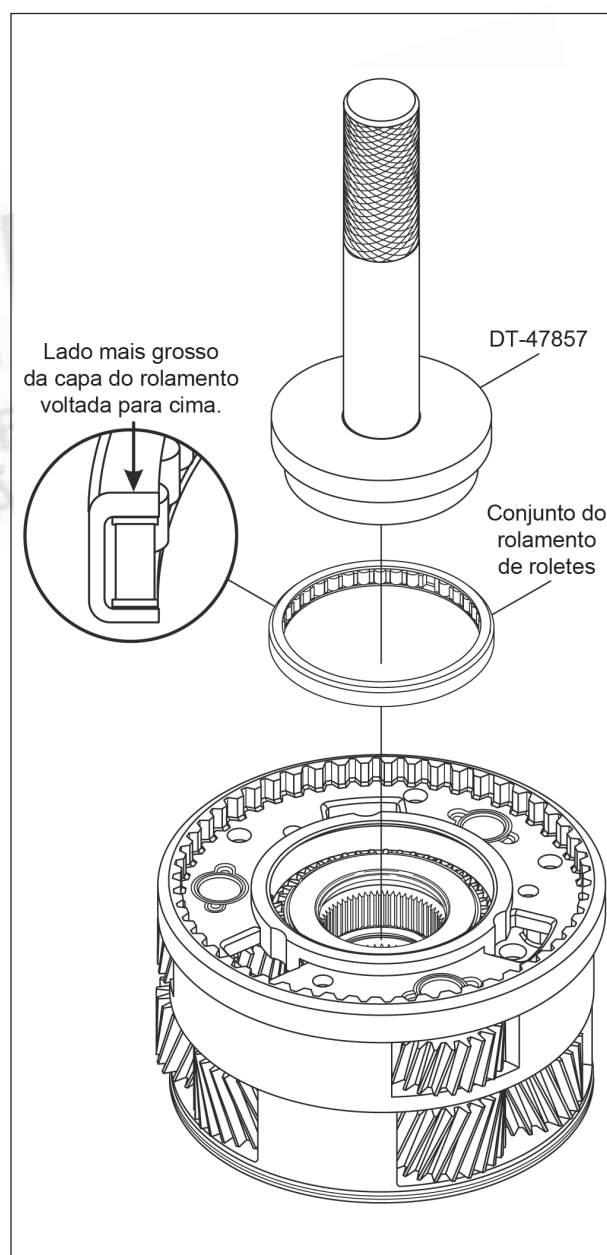

Figura 127
12. Instale um novo rolamento de roletes de gaiola utilizando a ferramenta apropriada, conforme mostra a figura 127, e certifique-se que o lado mais grosso do rolamento esteja voltado para cima.